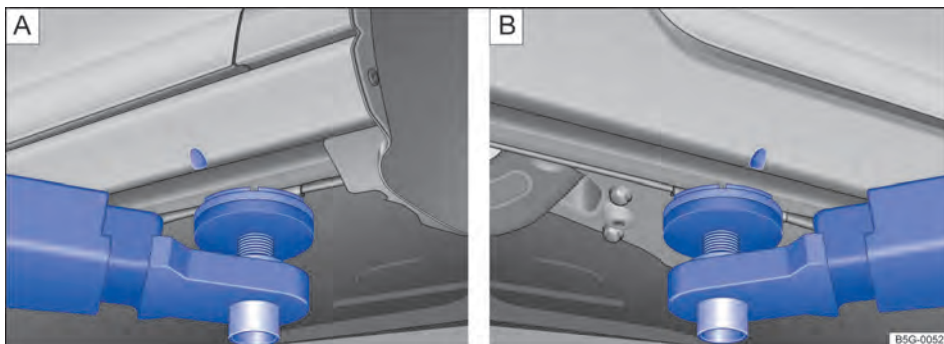
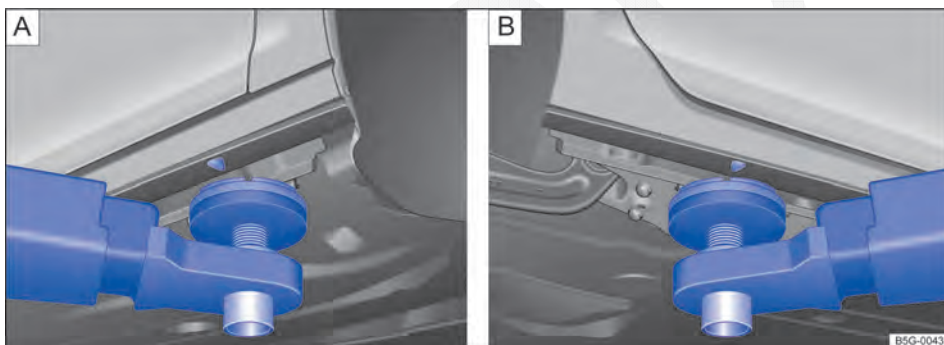

Fig. 191 A Pontos de apoio dianteiros e B ponto de apoio traseiro para suspender com a plataforma elevatória ou o macaco (variante A).
Fig. 192 A Pontos de apoio dianteiros e B ponto de apoio traseiro para suspender com a plataforma elevatória ou o macaco (variante B).
O veículo deve ser suspenso somente pelos pontos indicados nas figuras ⇒ Fig. 191 ou ⇒ Fig. 192. Se o veículo não for suspenso pelos pontos indicados, poderão ocorrer danos no veículo ⇒  e ferimentos graves ⇒ .
- Suspender o veículo somente pelos pontos indicados nas figuras ⇒ Fig. 191 ou ⇒ Fig. 192. Se o veículo não for suspenso pelos pontos indicados, o veículo poderá cair